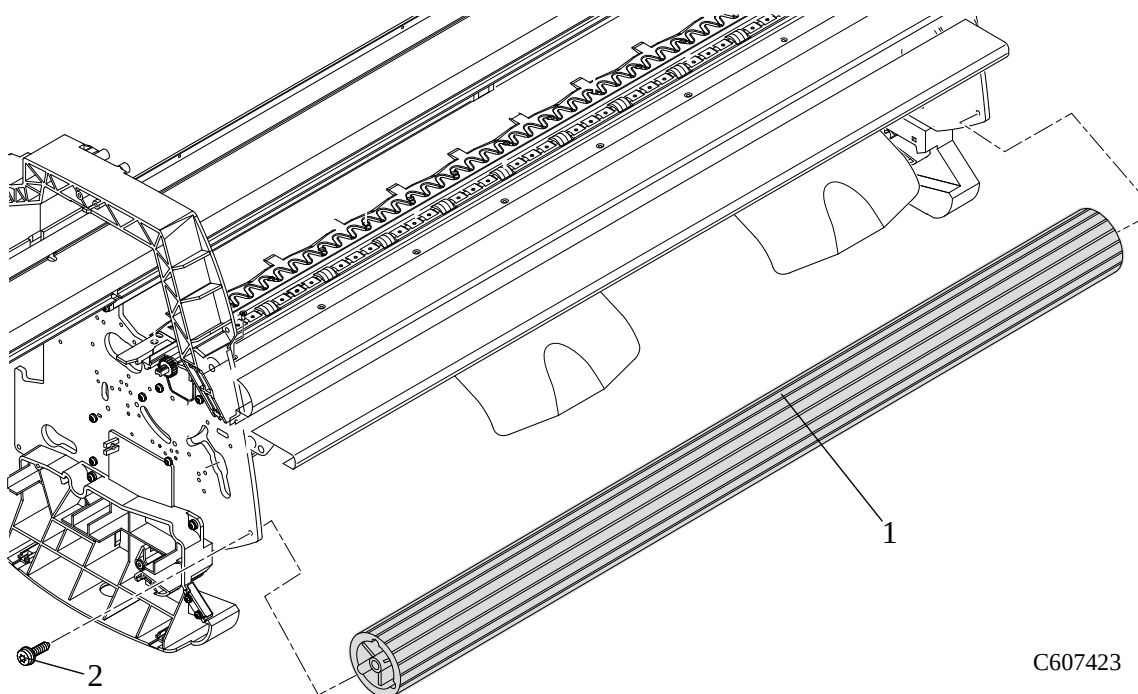
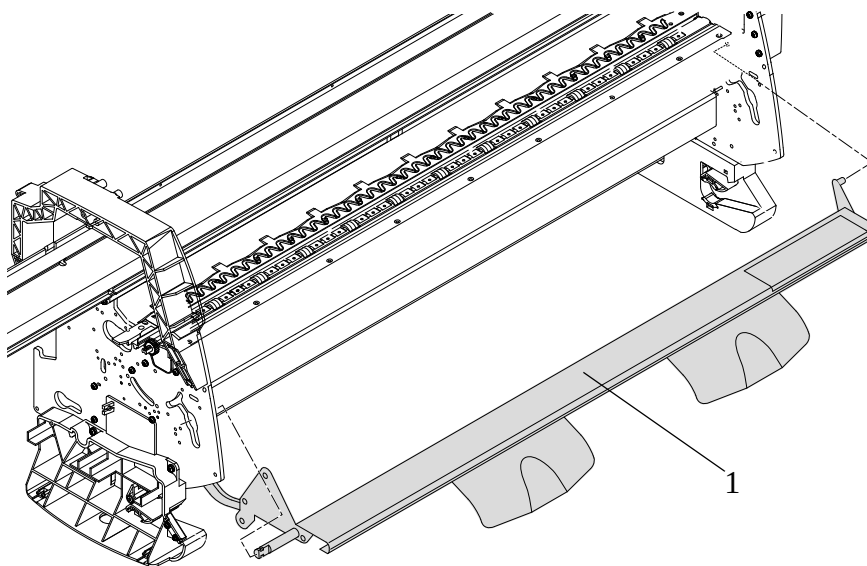

Figura 69: Guia de entrada
Figura 71: Conjunto da Guia do Papel
Consulte da Figura 69 à Figura 71.
2. Remova os parafusos T-15 (item 2) que prendem o rolete de entrada (entry roller) (item 1) ao chassi da esquerda (consulte a Figura 69). Primeiro, puxe para fora o lado esquerdo do rolete de entrada e depois remova-o completamente.
Para os passos 4 e 5, consulte a Figura 71.
2. Remova os dois parafusos T-15 (item 1) que prendem a montagem esquerda da placa traseira (item 2) (consulte a Figura 69).